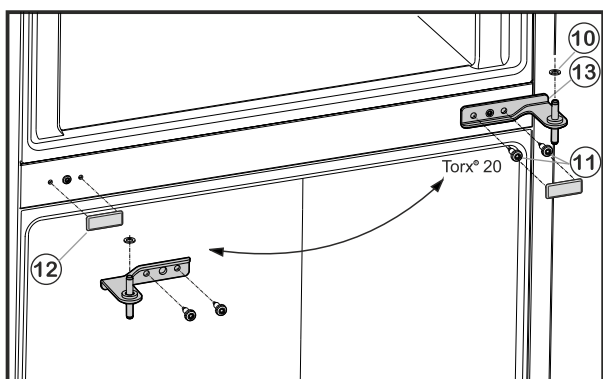

Fig. 6
- ▶ Odšroubujte upevňovací šrouby Fig. 6 (11) (2 x Torx® 20) a stojan ložiska uprostřed vytáhněte ze spodních dvířek.
- ▶ Vyjměte plastovou podložku Fig. 6 (10).
- ▶ Kryt Fig. 6 (12) opatrně stáhněte.
- ▶ Kryt Fig. 6 (12) opět nasadte na protilehlé straně.
- ▶ Prostřední stojan ložiska Fig. 6 (13) otočený o 180° nasadte do spodních dvířek a našroubujte jej pomocí upevňovacích šroubů Fig. 6 (11) (2 x Torx® 20) pevně na novou stranu závěsu dveří (**4 Nm**).
- ▶ Opět nasadte plastovou podložku Fig. 6 (10).
- ▶ Horní dvířka usadte na prostředním ložiskovém čepu Fig. 6 (13).